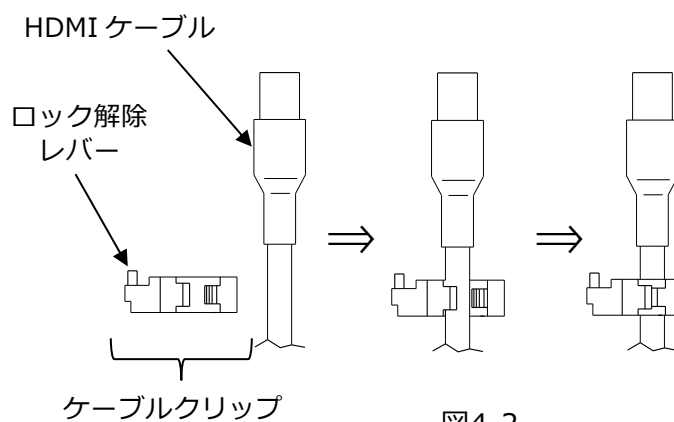

図4-2
- 2) HDMI ケーブルに、付属のケーブルクリップを装着します。(図 4-2)